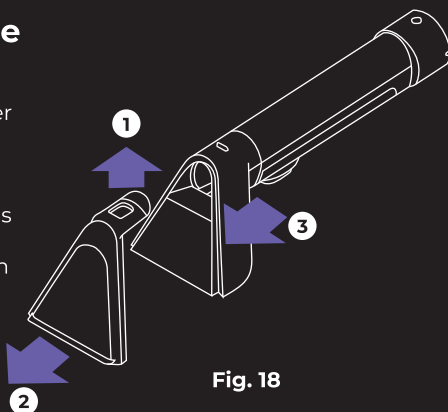

Fig. 18
1. Um sicherzustellen, dass der Rentner den Netting - Schutz nutzt, wird das Übergangsverfahren angewendet (Abb. 18).
2. Berühren Sie den Pulverisierungsbus (3), um den Netzstecker des Netzzubehörs zu entfernen oder den Wechsel mit anderem Zubehör durchzuführen (Abb. 18).